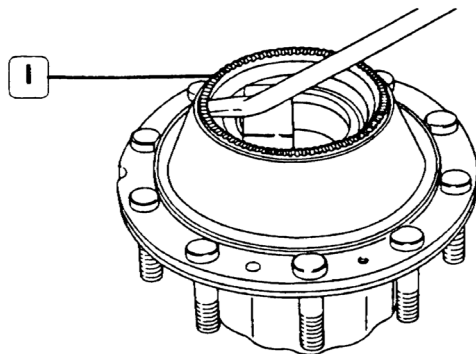

Figura 9
**Nota:** Durante el montaje del cubo de rueda, tener cuidado para no dañar la rueda fónica (1, figura 9).
6. Si es necesario, remover la rueda fónica (1) utilizando una palanca apropiada.